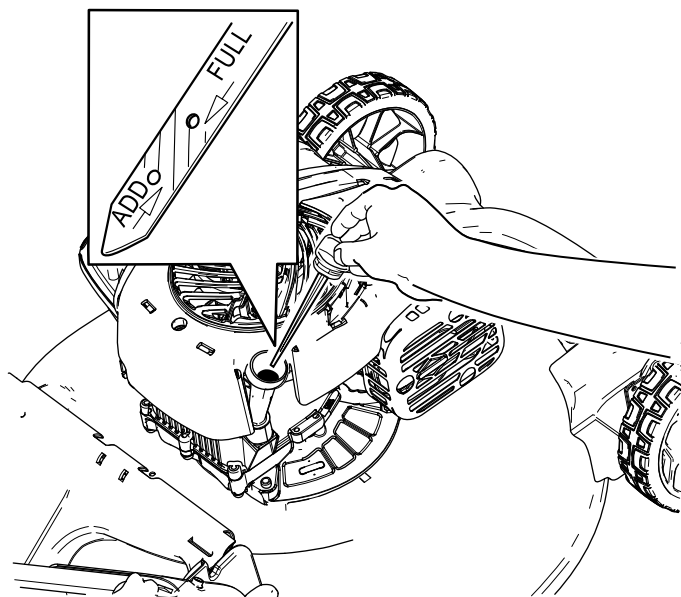

Figure 5
2. Tournez le bouchon dans le sens antihoraire et sortez la jauge (Figure 5).
6. Vérifiez le niveau d'huile indiqué par la jauge (Figure 5).